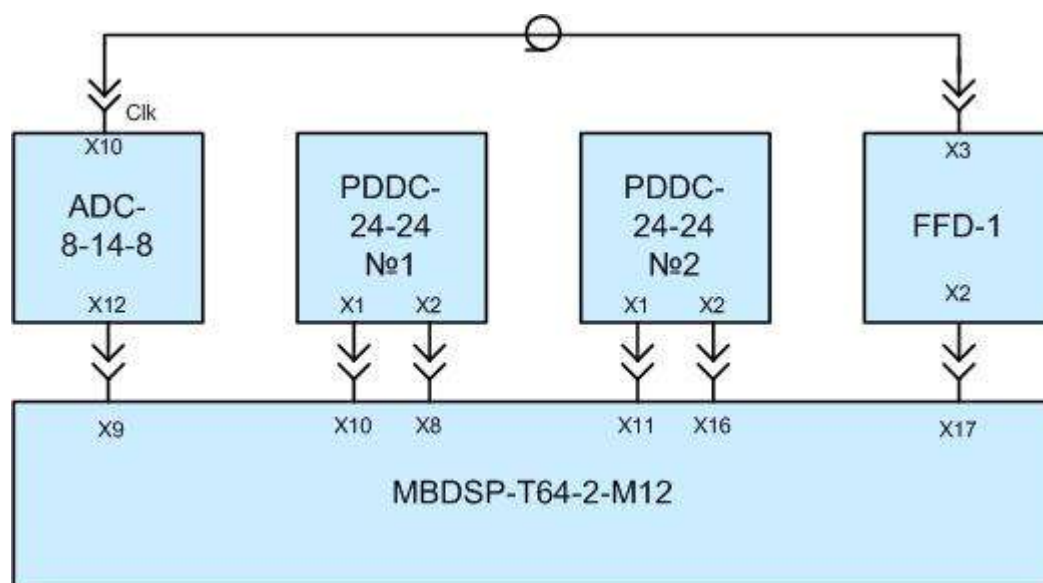

Рис. 9 Схема подключения модулей PDDC-24
- подключите соединительные кабели в соответствии со схемой приведенной на рис. 9;
Для проведения проверки работоспособности модуля соберите схему, приведенную на рис. 9 и выполните: